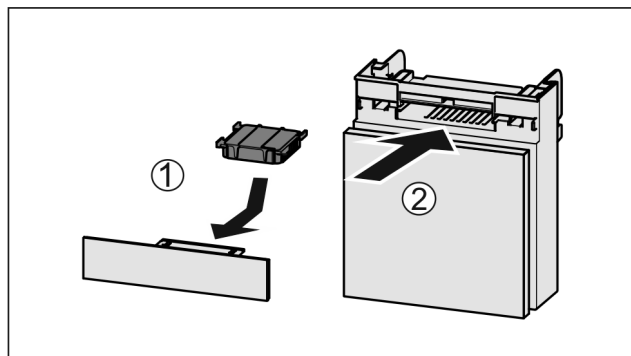

Fig. 127
- Sätt in *Fig. 127 (1)* aktivtkolfiltret enligt bilden.
- Skjut in *Fig. 127 (2)* lådan.